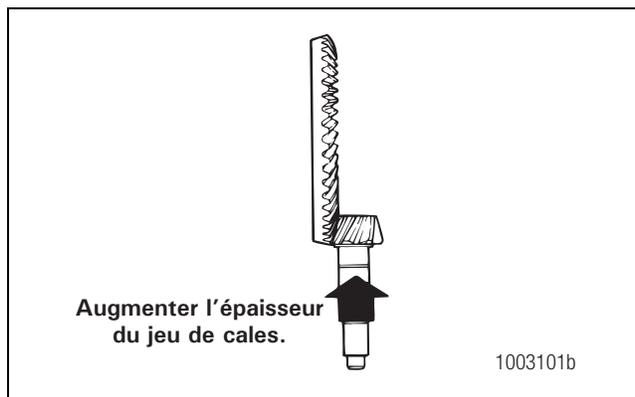

Figure 5.74
- **Pour corriger une empreinte trop basse :** augmenter l'épaisseur du jeu de cales sous le logement de roulements. Lorsque l'on augmente l'épaisseur du jeu de cales, le pignon d'attaque s'éloigne de la couronne. Figure 5.74.